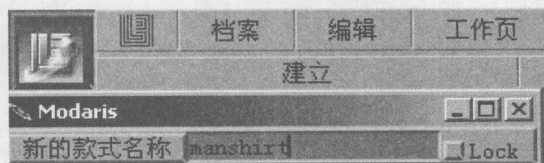

图 1-16
(3) 选【新款式系列】后, 系统会弹出【新的款式名称】对话框, 等待输入款式文件名, 可用款式号、客户名称或编号等作为名称输入, 最多不超过 9 个字符, 不要使用空格、下画线等, 如图 1-16 所示。